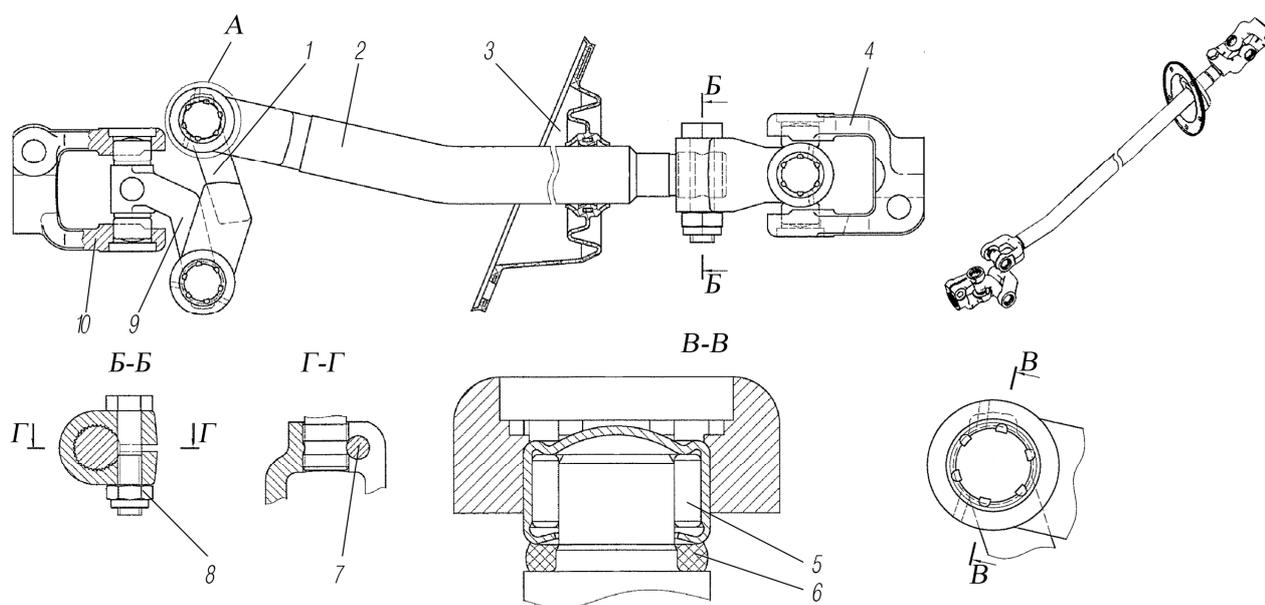

Рисунок 4.7
*¹³ См. рисунок 4.7
See figure 4.7